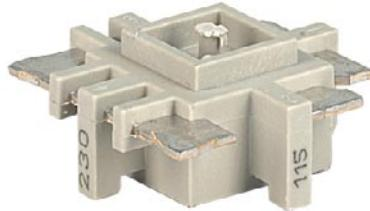

図6. 電圧セレクタ ユニット
3. 電源入力コネクタからヒューズ ホルダ (1) を取り出します。
4. ロング ノーズ プライヤを使って、電圧セレクタ ユニットを取り外します (43 ページの図 6 を参照)。